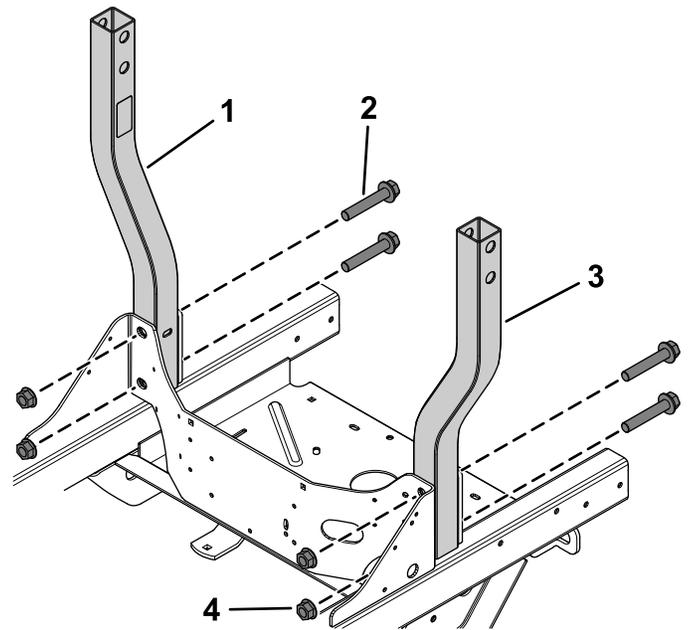

Bild 1
1. Befestigen Sie die unteren Überrollbügelbaugruppen locker mit zwei Bundkopfschrauben (5/8" x 3 1/2") und zwei Sicherungsmuttern (5/8") auf jeder Seite am Mäher (Bild 1).